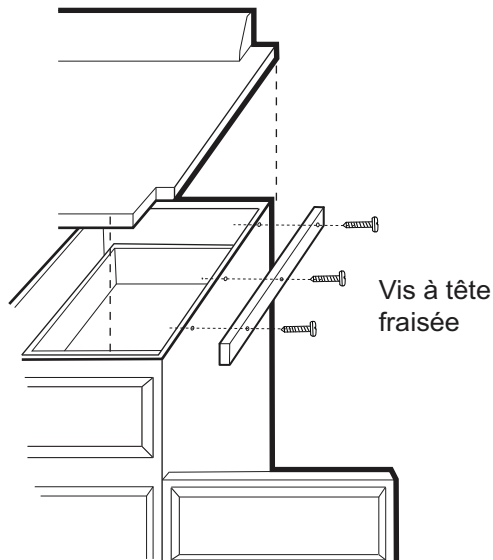
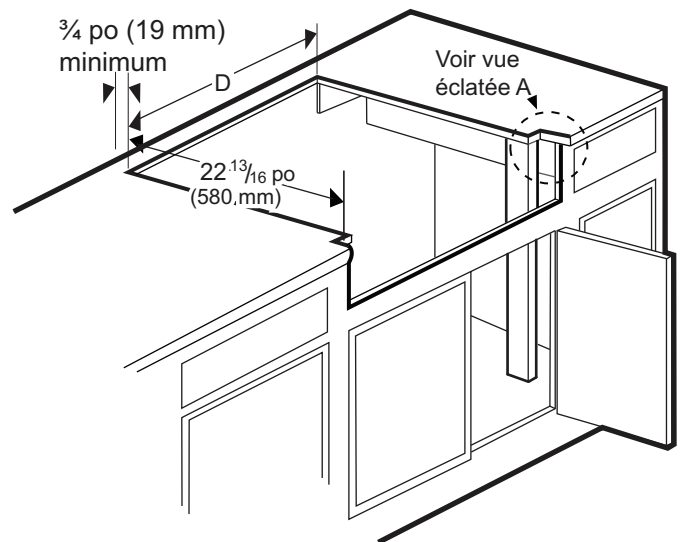

Figure 2 : Installation de supports latéraux (des deux côtés)
Figure 4 : Installation en îlot (sans rebord de plan de travail)
3. La table de cuisson est conçue pour être accrochée au plan de travail par ses brides latérales. Le plan de travail doit toutefois être suffisamment solide pour porter ce appareil. Il sera éventuellement nécessaire d'ajouter un tasseau de chaque côté (voir *Figure 2*) ou 2x4 montants d'angle (voir *Figure 3* et *Figure 4* et la vue Éclatée A). L'autre possibilité est de construire un plan de support pour y installer la table de cuisson.
4. La table de cuisson peut être installée sur plusieurs positions, avec la partie frontale au même niveau que le plan de travail ou en projection avant, selon la profondeur de ce plan (voir *Figure 5*, vue latérale de la table de cuisson; voir *Figure 3*, *Figure 4*, *Figure 6* et *Figure 7* pour les autres positions de montage).
- Installation en îlot, voir *Figure 4*.
- Si vous avez d'un ou des deux côtés des parois latérales pleines d'armoires, vous devrez encocher le coin avant de l'armoire pour l'adapter à l'encoche du plan de travail et laisser l'espace à la partie frontale de la table de cuisson (voir vue Éclatée A, *Figure 3* et *Figure 4*).